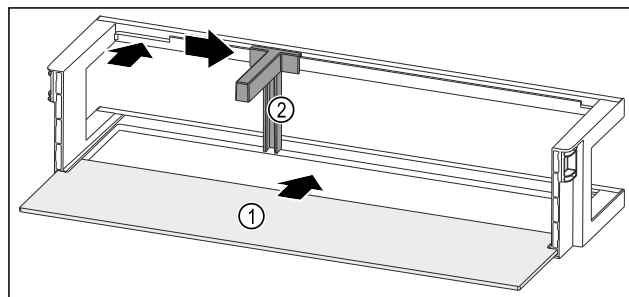

Fig. 96 Dveřní přihrádka s odkládací plochou
- ▶ Odkládací plochu Fig. 96 (1) zasuňte do bočních vybrání.
- ▶ Držák lahví Fig. 96 (2) vložte do vybrání.
- ▶ Držák lahví Fig. 96 (2) posuňte na stranu do požadované polohy.